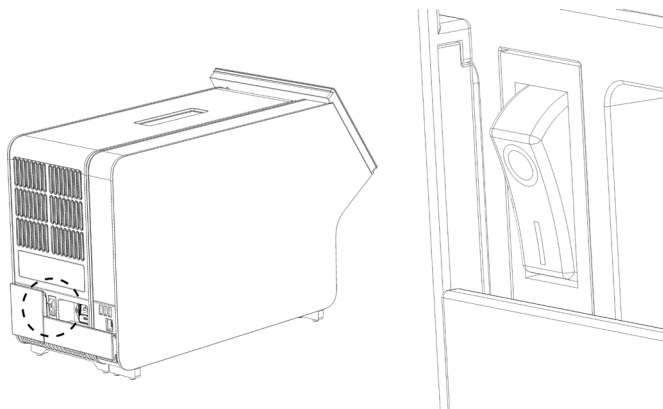

Рис. 11. Найдите выключатель питания и приведите его в положение «I».
9. Включите прибор нажатием выключателя питания на задней стороне аналитического модуля — выключатель необходимо привести в положение «I» (рис. 11). Убедитесь, что индикаторы состояния на аналитическом и рабочем модулях горят синим светом.